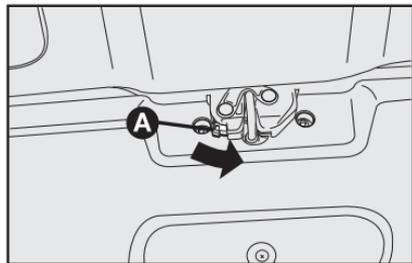

fig. 88
- Dentro do compartimento de bagagens junto a fechadura, atuar na trava de abertura **A** no sentido da seta, **fig. 88**.